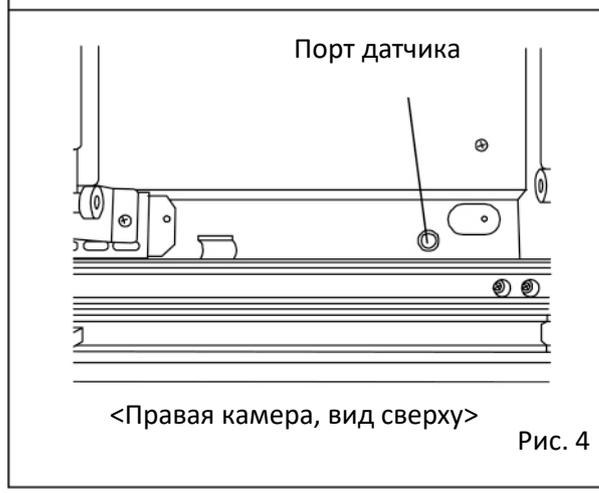

Рис. 4
6. Удалите замазку, закрывающую порта доступа, и извлеките из него изоляцию. Проведите датчик регистратора в камеру через порт датчика из места установки регистратора температуры (Рис. 4).